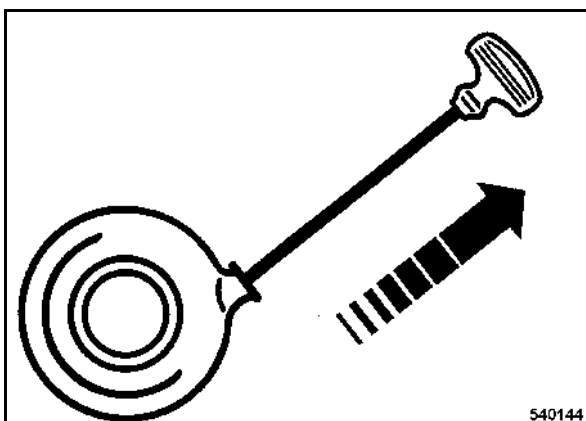

fig. 15
- Tirer maintenant la poignée rapidement et avec énergie (fig. 15).